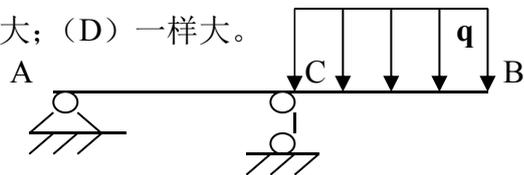

图 6
5. 画出图 6 上 AB 的弯矩图，其中 $AB=L, AC=1/2L$ ，并标出特殊点的值。
1. 如图 6 已知：P、a，各构件重量及摩擦不计；求 A、B 处的约束反力。（10 分）